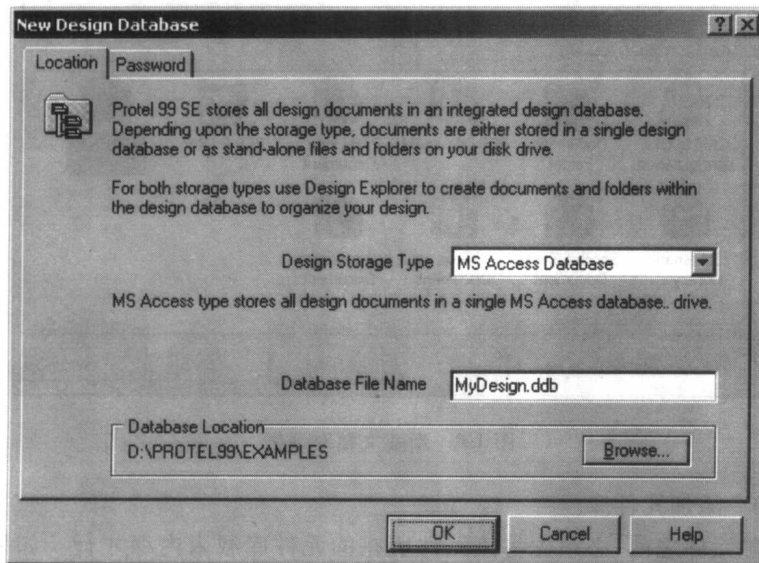

图 1-4 新建设计库对话框
(2) 选取菜单 File/New 新建一个设计库,出现如图 1-4 所示对话框。